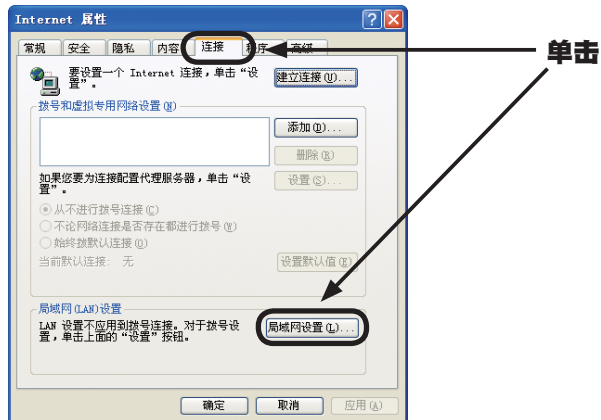

图 2.2.3.b “Internet 属性” 窗口
- 2) 单击“连接”标签，然后单击 [局域网设置 (L)] 按钮以打开“局域网 (LAN) 设置”。(图 2.2.3.c)